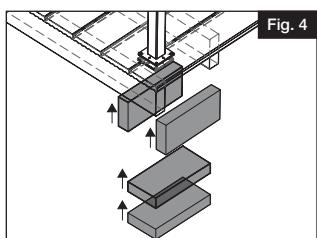

Fig. 4
- À chaque emplacement de poteau, placer au moins deux cales de 2 po x 8 po (50 mm x 203 mm) fixées au moyen d'au moins trois vis no 10 x 3-1/2 po (88,9 mm) enfoncées à travers les solives et pénétrant au moins 1-1/2 po (38,1 mm) dans les cales (vendus séparément) (Fig. 4 et 5).